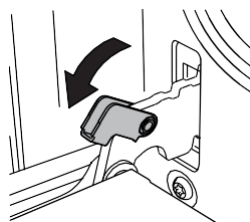

Рис. 1
1. Чтобы снять дверь, раскройте её на максимальный угол. Затем потяните крепление петли двери назад. (Рис. 1)